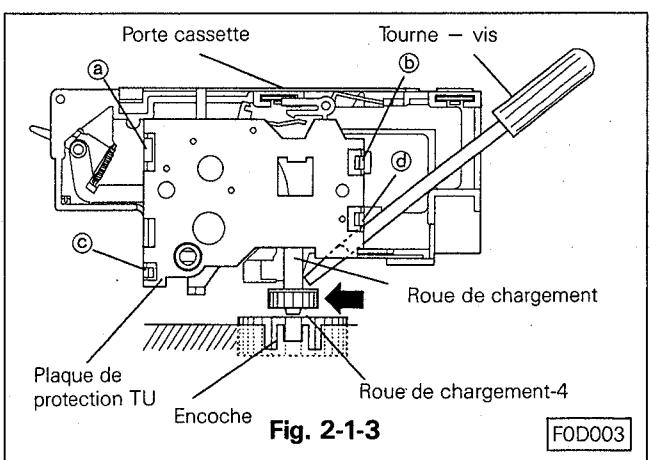

Fig. 2-1-3
- Lors de l'opération B, le pignon de chargement du porte cassette n'est en général pas positionné dans son logement. Dans ce cas utiliser un tournevis adéquat. Voir Fig. 2-1-3. On peut aussi effectuer la mise en place du pignon de chargement en le tournant légèrement.
2-2-1 DEMONTAGE (Voir Fig. 2-1-3 ~ 2-2)
- Défaire les quatres crochets (Ⓐ, Ⓑ, Ⓒ et Ⓓ) comme le montre la Fig. 2-1-3 puis démonter la plaque de protection TU.
2-2-2 REMONTAGE (Voir Fig. 2-1-3 ~ 2-2)
- Positionner la plaque de protection TU sur le porte cassette puis la fixer à l'aide des quatres crochets (Ⓐ, Ⓑ, Ⓒ et Ⓓ) comme le montre la Fig. 2-1-3.